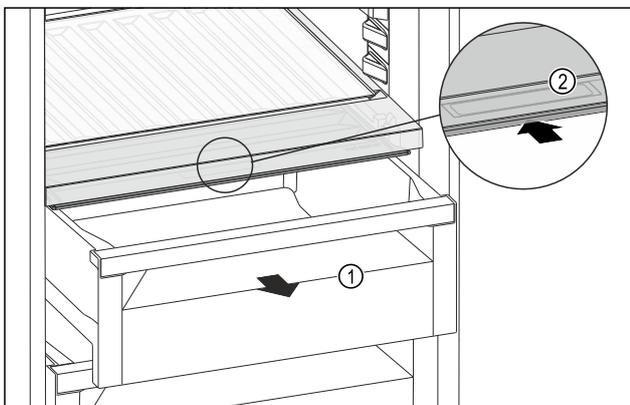

Fig. 108
- Retirer le tiroir Fig. 108 (1).
- Saisir la poignée encastrée Fig. 108 (2) du couvercle du compartiment et pousser le couvercle du compartiment vers l'arrière.